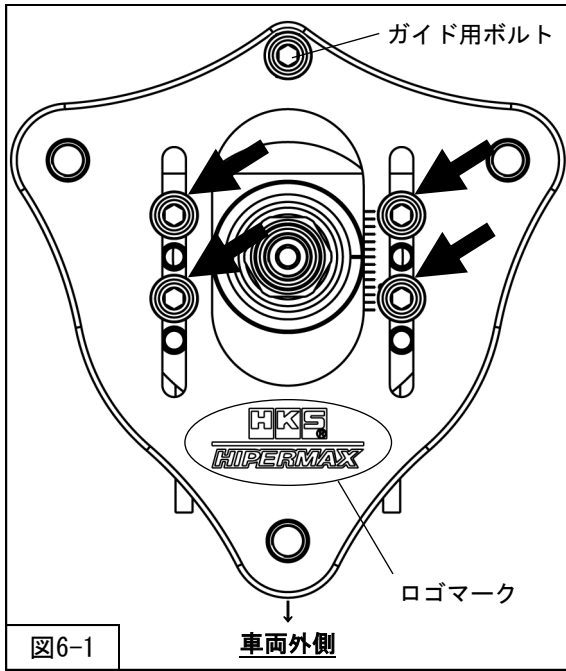

図6-1
2. キャンバー調整ボルト（4ヶ所）をゆるめてください。（図6-1矢印部分）
ピロボール部にて調整してください。（図6-1）